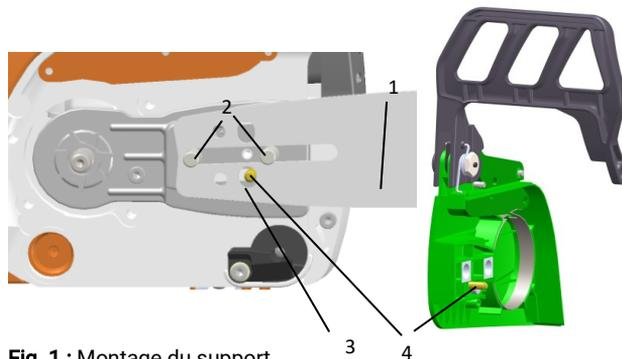

Fig. 1 : Montage du support
- > Placez le guide-chaîne (1 - Fig.1) entre les vis (2 - Fig.1) de la même façon qu'un guide-chaîne de tronçonneuse normale.
- > Le trou (**3** - Fig. 1) dans le support doit se trouver au niveau de l'entraîneur du tendeur de chaîne. Selon le type de tronçonneuse, celui-ci est monté du côté du moteur ou dans le couvercle (**4** - Fig.1).